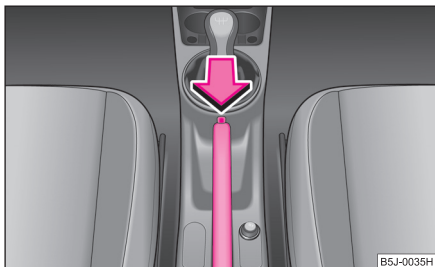

Fig. 115 Consola centrală:
- Acționați maneta puțin în sus **și în același timp** apăsați butonul de blocare ⇒ fig. 115.